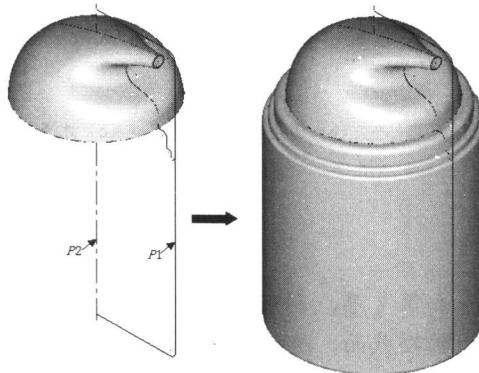

图1-9
2. 打开第2层，利用旋转曲面命令【Create Revolved Surfaces】，选择如图1-9所示旋转截面P1和旋转中心轴P2，产生旋转曲面，如图1-9所示。